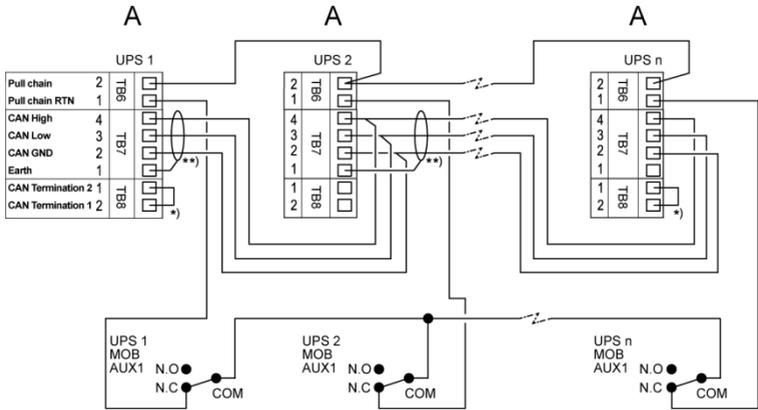
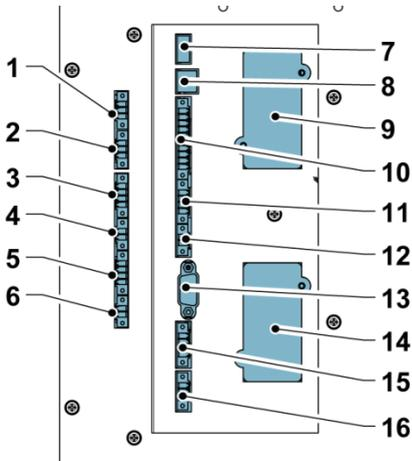

Abbildung 20. CAN und Pull-Chain-Verdrahtung für parallele USV mit MOBs
Abbildung 22. Kommunikationsschnittstellen der 93PS USV mit 8-20 kW
2. Die Klemmblöcke TB6, TB7 und TB8 sind für die externen Parallelsteuerungssignale (siehe Figure 20 und Figure 22).